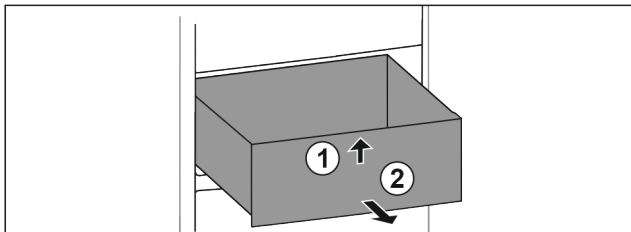

Fig. 97
- ▶ Підняти висувний ящик спереду. Fig. 97 (1)
- ▶ Вийняти висувний ящик рухом вперед. Fig. 97 (2)